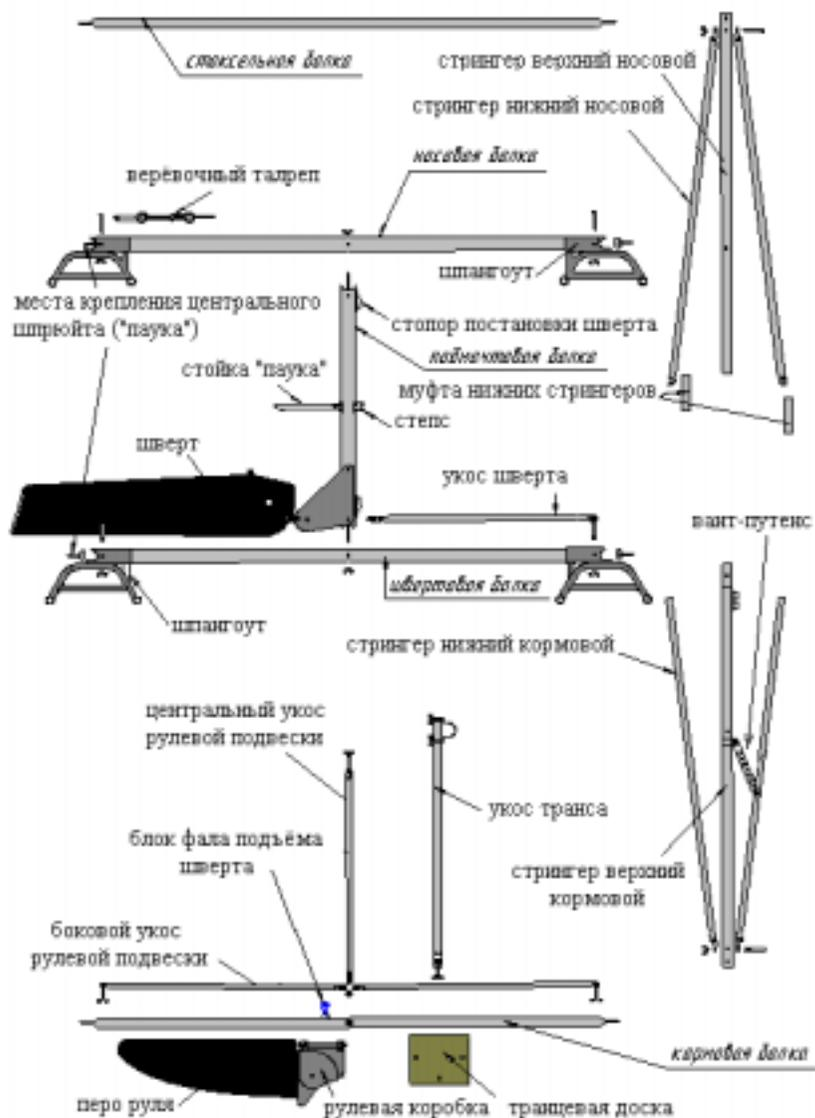
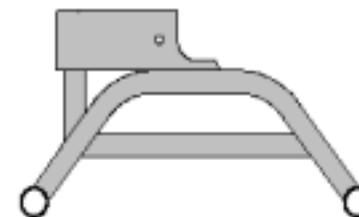
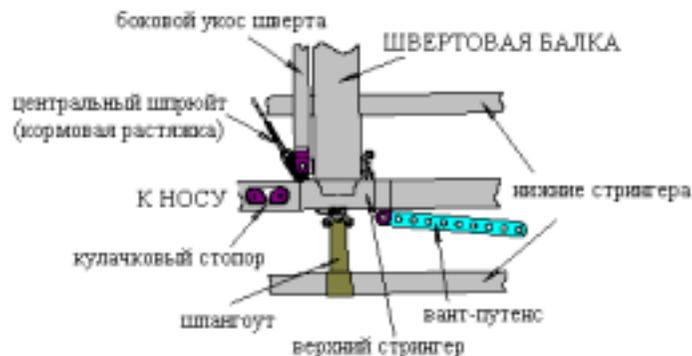

Рис.3. Примерное расположение элементов конструкции катамарана перед началом сборки.
рис.4. Шпангоут.
рис.5. Узел швертовой балки (вид сверху).
8. Укос шверта - 2 шт. Изготовлены из трубы диаметром 24 мм. С одного конца укоса заделан откидной болт. Укосы взаимозаменяемы. Примерное расположение элементов конструкции перед началом сборки катамарана показано на рис.3.
2. Наденьте на носовую балку шпангоуты (рис.4.) и зафиксируйте их болтами (M8x75) с гайкой-барашком. Внимание! При этом на фиксирующие болты внутри балки необходимо надеть откидные болты (рис.3.).
5. Наденьте шпангоуты (рис.4.) на швертовую балку ветвями вверх. Зафиксируйте шпангоуты на швертовой балке рым-болтами, заклепанными в укосы шверта. Укос шверта должен располагаться впереди швертовой балки (рис.5.). На рым-болты внутри балки необходимо надеть откидные болты.
а) Кормовые растяжки шпрюйта заведите под верхними стрингерами и оденьте на откидные болты, крепящие стрингера к швертовой балке. Зафиксируйте соединение гайками-барашками (рис.5.).